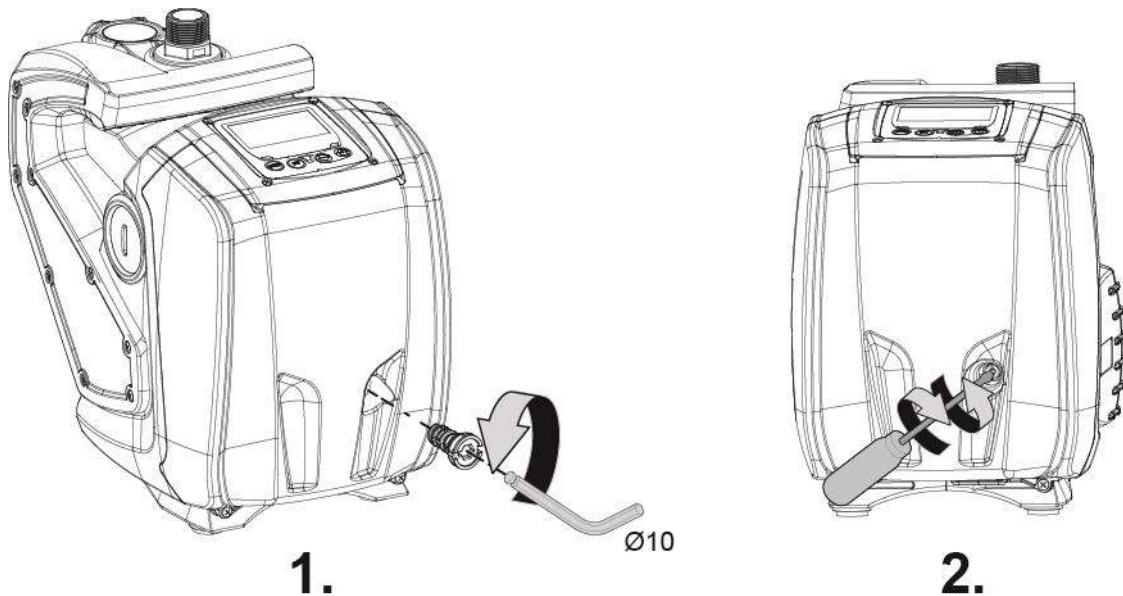

Fig. 9
1. Fjern adgangsproppen til motorakslen ved hjælp af en 10 mm unbrakonøgle (fig. 9).
2. Stik en kærveskruetrækker ind i sporet på motorakslen, og bevæg den i begge rotationsretninger (fig. 9).